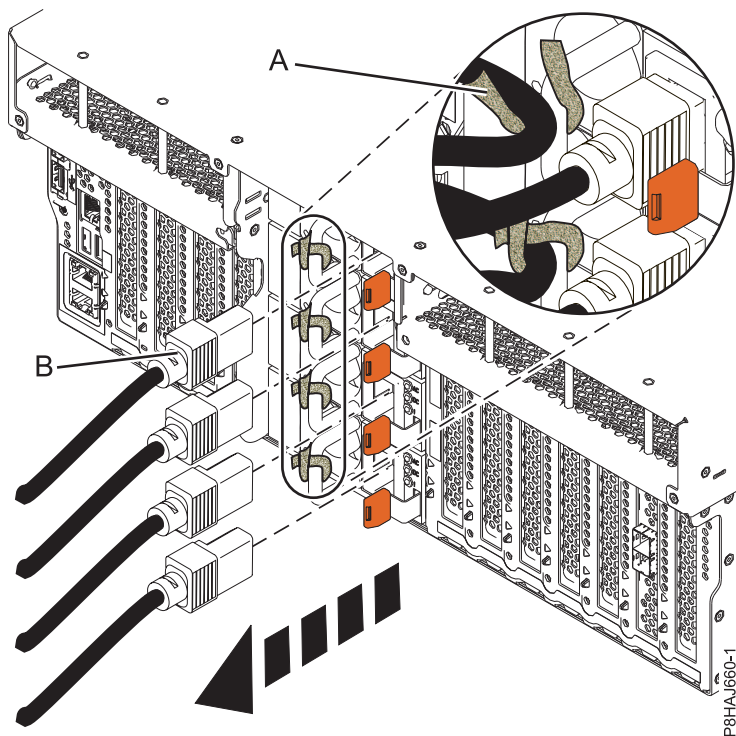
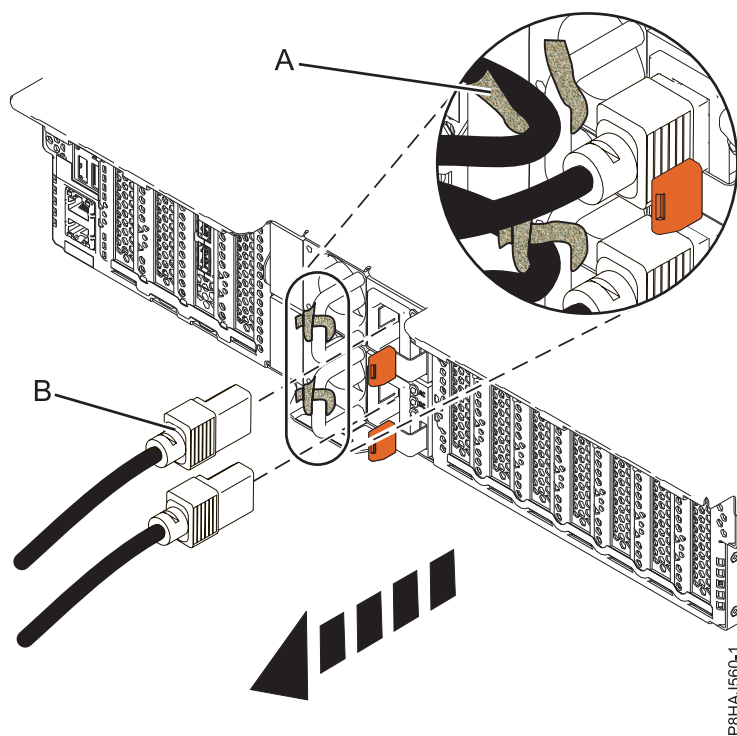
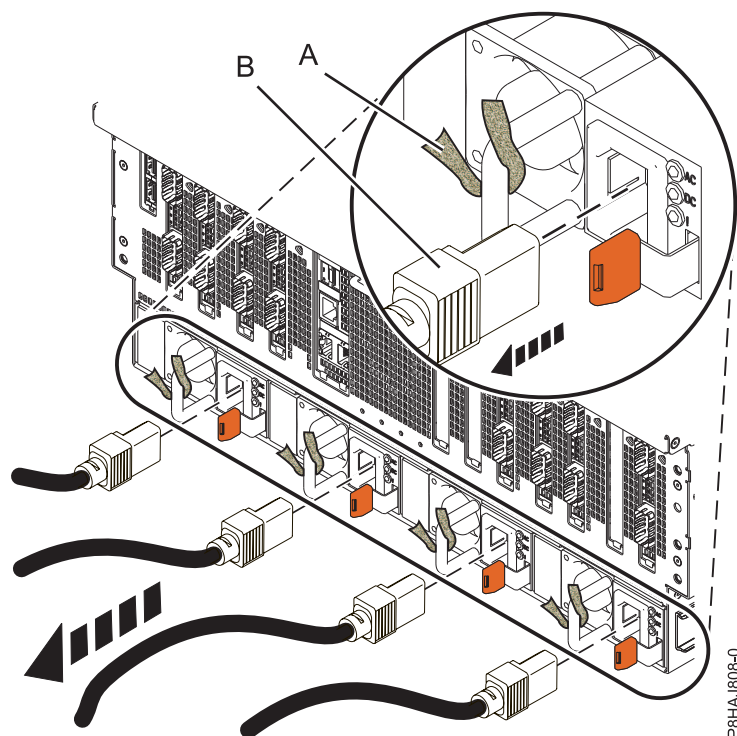

Figura 20. Remover os cabos de alimentação de um sistema 8247-42L, 8286-41A ou 8286-42A
Figura 21. Remover os cabos de alimentação de um sistema 5148-21L, 5148-22L, 8247-21L, 8247-22L, 8284-21A ou 8284-22A
Figura 22. Remover os cabos de alimentação de um sistema 8408-44E ou 8408-E8E
3. Desligue os cabos de alimentação **(B)** da unidade de sistema. Consulte Figura 20 na página 40, Figura 21 na página 41 ou Figura 22 na página 41, ou dependendo do tipo de sistema.